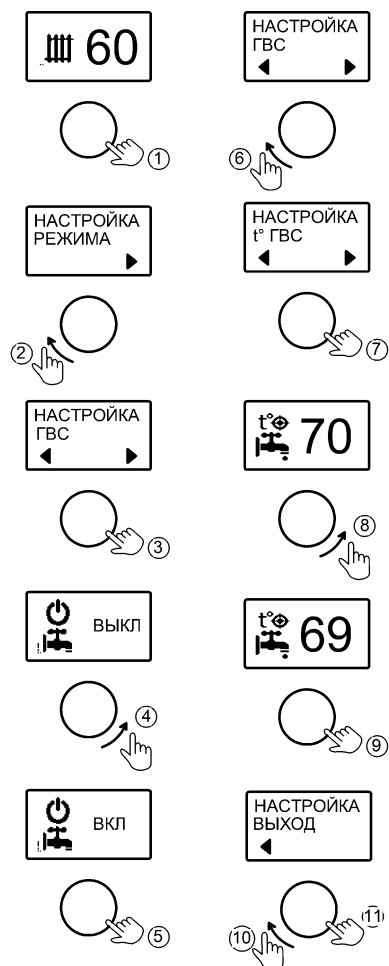

Рисунок 8. Активация и настройка температуры режима «ГВС»
тует в приоритете совместно с другими режимами. Работа возможна при подключении **3-ходового клапана** совместно с **NTC-датчиком** температуры ГВС номиналом 10 кОм, либо совместно с **термостатом** бойлера косвенного нагрева. Рекомендуется использовать модуль управления **ГВС EVAN AQUA**, в состав которого входят 3-ходовой клапан и датчик температуры теплоносителя, оптимально соответствующие электрической схеме котла. Активация режима и настройка температуры показана на рис.8.
10.4 Вкладки «ГВС» и «ТЕМПЕРАТУРА ГВС» предусмотрены для включения/выключения режима ГВС и настройки температуры (см. рис. 8). Индикация «ВКЛ» означает разрешение на работу режима ГВС. Индикация «ВЫКЛ» запрещает работу режима «ГВС».